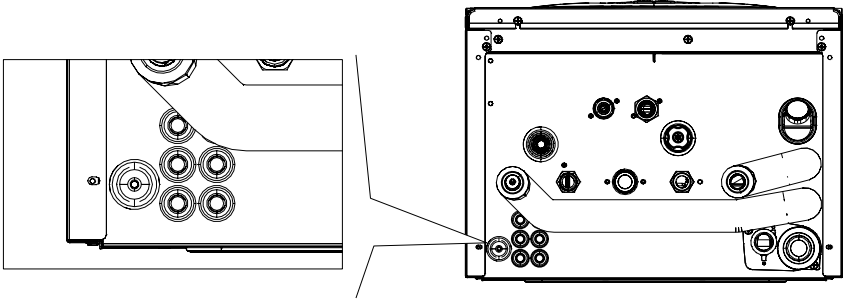

fig. 35 -
- 2. Collegare i cavi agli appositi morsetti come indicato nelle figure seguenti, avendo cura di far passare i cavi attraverso i passacavi presenti sul fondo della caldaia (vedi "fig. 35 -" a pagina 29)